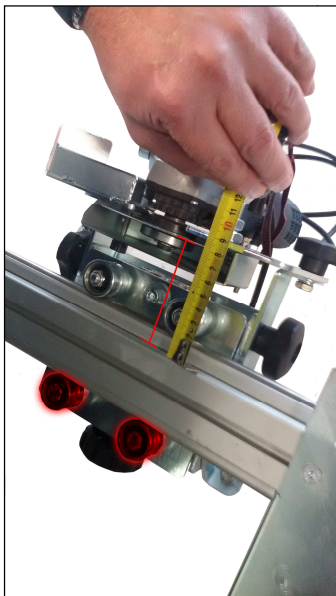

Fig. 6.4.1
- Si le dispositif Siriflex est fourni sans meuleuse et celle-ci est montée pour la première fois par l'opérateur, il faut faire en sorte que le disque soit parallèle au guide. Pour effectuer cette opération il faut mesurer la distance du guide au disque sur les deux extrémités (voir figures 6.4.1 et 6.4.2). Il est conseillé d'utiliser un calibre pour une plus grande précision.